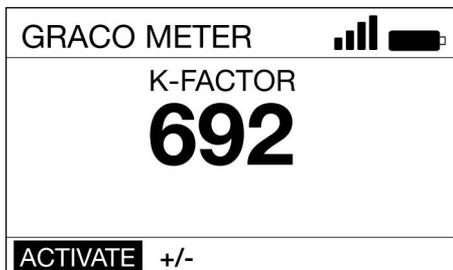

FIG. 18
- L'écran du facteur K d'étalonnage s'affiche (Fig. 18).